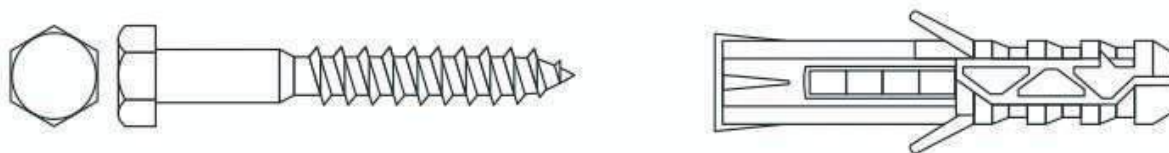

Рисунок 7.4.1 Шуруп с шестигранной головкой «Глухарь» с дюбелем
Крепление турникета к полу необходимо осуществлять четырьмя шурупами с шестигранной головкой «Глухарь» (D=12мм, L=80-120мм) с дюбелем. (Рисунок 7.4.1)
2. Сверление производить сверлом диаметром 16 мм. В отверстия установить распорные дюбели диаметром 16 мм и длиной 80 - 120 мм (рис. 7.4.1.)